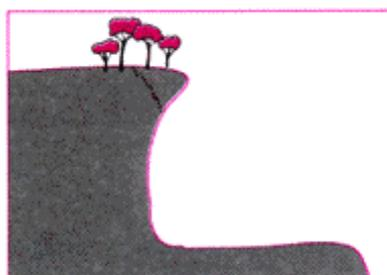
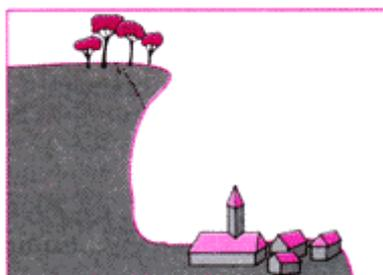

Fig. 1 : L'aléa
Fig. 2 : Les enjeux
- ▶ par débordement direct : le cours d'eau sort de son lit (figure 1, page suivante) ; suite à un orage on peut constater des remontées dans les réseaux d'assainissement (figure 2).